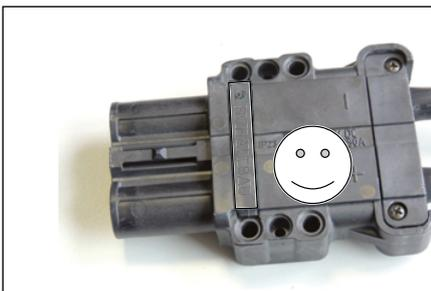
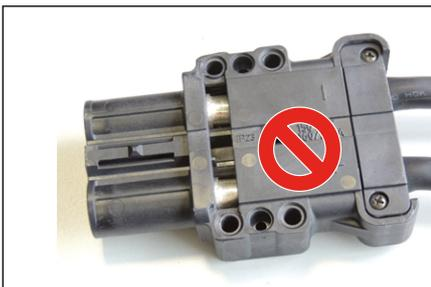

Abb. 17: Schieber in der Steckvorrichtung vorhanden.
Abb. 18: Schieber nicht in der Steckvorrichtung vorhanden.
- ▶ Ist der Schieber in der Geräte- und Ladesteckvorrichtung vorhanden (siehe **Abb. 17** und **Abb. 18**).